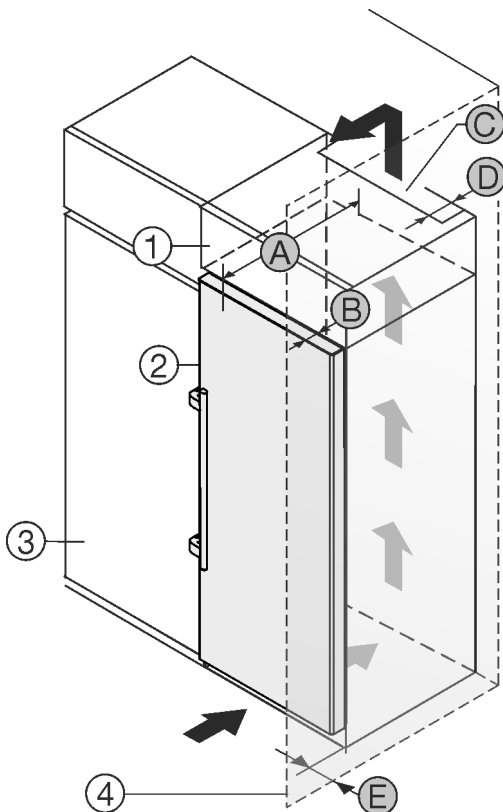

Fig. 2
Ju mund ta instaloni pajisjen direkt ngjitur me dollapin e kuzhinës Fig. 2 (3)*
Në faqen e pasme të dollapit së montimit duhet të ketë një hapësirë ajrimi me thellësi Fig. 2 (D) në të gjithë gjerësinë e dollapit të montimit.*
Nën mbulesën e hapësirës duhet respektuar seksioni tërthor i qarkullimit të ajrit Fig. 2 (C)*
Nëse instaloni pajisjen me mentesha pranë një muri Fig. 2 (4), atëherë duhet që distanca midis pajisjes dhe murit të jetë të paktën 57 mm . Kjo përkon me zgjatimin e dorezës kur dera është e hapur.*
Në mënyrë që dera të mund të hapet plotësisht, duhet që pajisja të dalë jashtë përpara kanatit të dollapit të kuzhinës sa thellësia e derës Fig. 2 (B). Në varësi nga thellësia e dollapëve të kuzhinës Fig. 2 (3) dhe përdorimi i ruajtësve të distancës nga muri, pajisja mund të dalë më shumë përpara dollapit.*